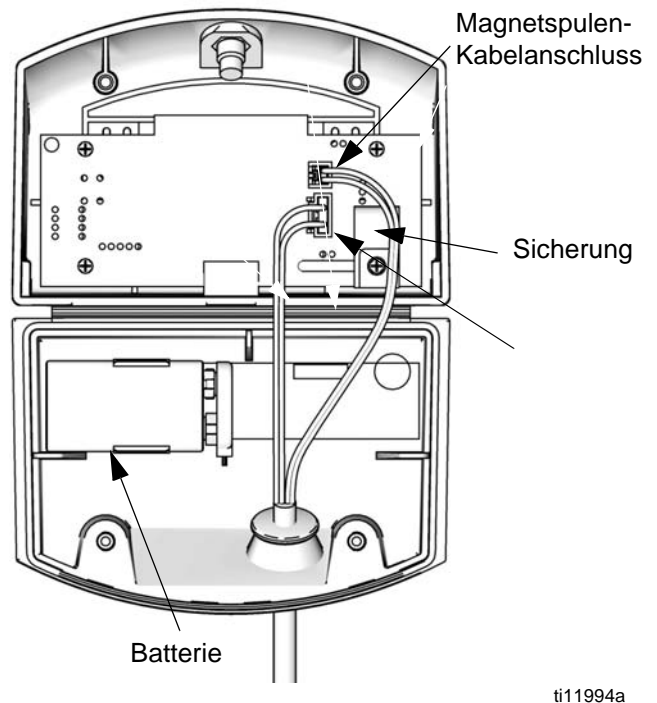

ABB.18. Einbauort von Batterie und Sicherung im DataTrak-Modul
5. Verbrauchte Batterie entfernen und durch eine zugelassene neue Batterie ersetzen. Siehe ABB.18.